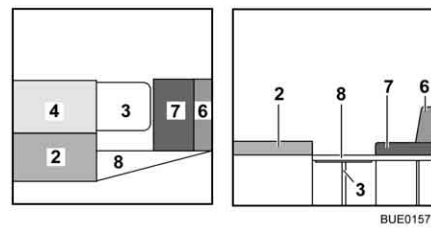

Fig. 159 Durante a transformação
- Ponha o estofa do encosto (Fig. 159,4) ao lado do estofa do assento (Fig. 159,2).
- Desdobre o apoio do acrescento da cama (Fig. 159,8) e suspenda o acrescento da cama nos apoios nos bancos arca.